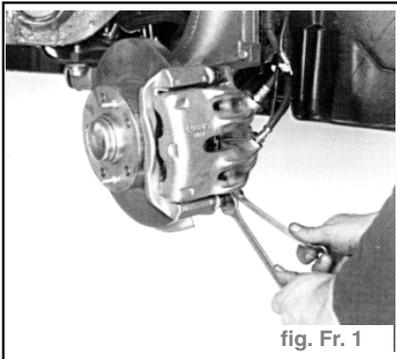

fig. Fr. 1
- Enlever les vis de fixation d'étrier à l'étrier de soutien. (fig. Fr. 1)
- Déposer les vis de haut et du bas de l'étrier. (fig. Fr. 1)